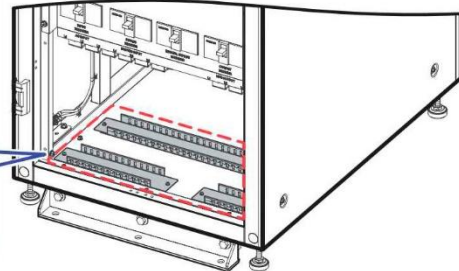

Рисунок 4-23: нижние панели
- 3 Снимите 3 нижние панели (каждая крепится 2 винтами), см. **Рисунок 4-23**.